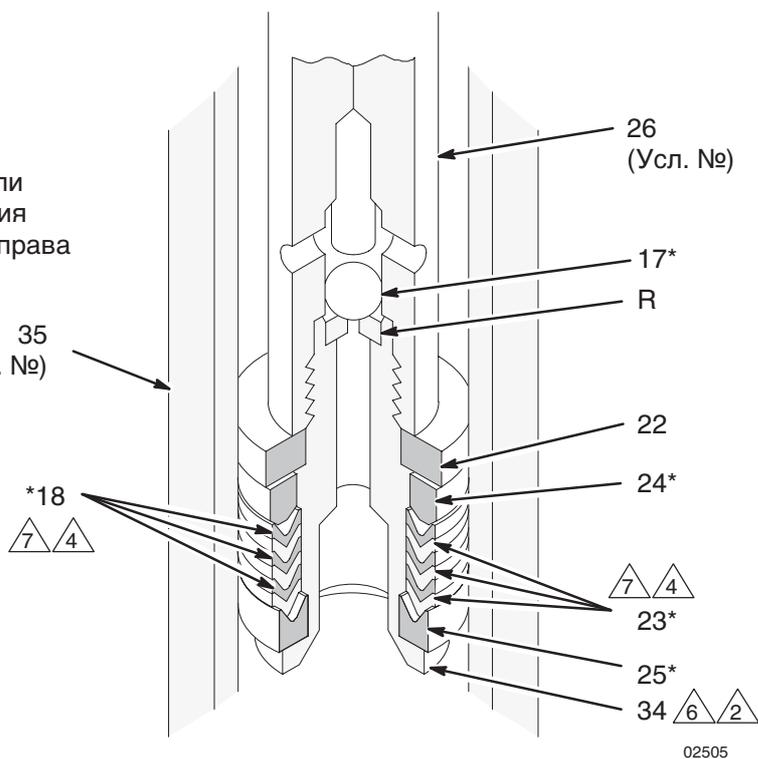

Рис. 5
При разборке насоса раскладывайте детали в порядке их снятия, чтобы облегчить последующую сборку. См. Рис. 5.
2. Отвинтите корпус впускного клапана (33) от корпуса выхода (35). Если снятие затруднено, нанесите пропиточное масло спринцовкой на резьбу и *слегка* постучите по окружности корпуса клапана пластмассовым молотком, чтобы ослабить его. См. Рис. 5.
3. Снимите шпильку (29) шарового упора, извлеките фиксатор (31) кольцевого уплотнения, кольцевое уплотнение (30), направляющую (32) и шар (28) из корпуса (33) впускного клапана.
4. Ослабьте гайку уплотнения (36). Сдвиньте шток поршня (26) как можно ниже, затем извлеките его через нижнюю часть корпуса выхода (35).
5. Зажмите фаски штока поршня (26) в тисках. Вывинтите палец поршня (34) из штока. Снимите шар (17), фиксатор (22), уплотнения (18, 23) и сальники (24, 25).
6. Снимите гайку уплотнения (36), извлеките уплотнения горловины (18, 23) и сальники (24, 25) из корпуса выхода (35).
7. Осмотрите все детали на наличие повреждений. Перед повторной сборкой очистите все детали и резьбу с помощью подходящего растворителя. Осмотрите полированные поверхности штока поршня (26) и гильзы (20) на наличие царапин, задиров и иных повреждений, способных привести к преждевременному износу уплотнения и к утечкам. Для проверки проведите пальцем по поверхности или осмотрите ее на свет, держа деталь под углом. Убедитесь, что на седлах шара на поршне (R) и корпусе впускного клапана (S) нет вмятин или сколов. Замените изношенные или поврежденные детали.
1. Смажьте уплотнения горловины и установите их в корпус выхода (35) поочередно в следующем порядке; *кромки v-образных уплотнений должны быть направлены вниз*: уплотнение с выступом (24*), одно кожаное v-образное уплотнение (18*), одно тефлоновое (23*), затем снова одно кожаное (18*), одно тефлоновое (23*), одно кожаное (18*) и одно тефлоновое (23*), и наконец уплотнение с выемкой (25*). Установите гайку уплотнения (36), не затягивая ее. См. детали уплотнения горловины на Рис. 5.
2. Если гильза (20) снималась, снова установите ее в корпус выхода (35); не забудьте заменить прокладку (19*). *Убедитесь, что конусообразный конец гильзы направлен вниз ко входу насоса.*
3. Смажьте уплотнения поршня и поочередно установите их на палец поршня (34) в следующем порядке; *кромки v-образных уплотнений должны быть направлены вверх*: уплотнение с выемкой (25*), одно тефлоновое v-образное уплотнение (23*), одно кожаное (18*), затем снова одно тефлоновое (23*), одно кожаное (18*), одно тефлоновое (23*) и одно кожаное (18*), и наконец уплотнение с выступом (24*) и фиксатор уплотнения (22). См. детали уплотнения поршня на Рис. 5.
4. Нанесете герметик для резьбы на палец поршня (34). Установите шар поршня (17*) на поршень и винтите поршневой клапан в сборе в шток поршня (26). Затяните его усилием в 74–88 Нм.
5. Пропустите шток поршня (26) через нижнюю часть корпуса выхода (35); будьте осторожны, чтобы не поцарапать гильзу (20). Перемещайте шток прямо вверх, пока он не выступит из гайки уплотнения (36).
6. Установите шар (28*), направляющую (32), кольцевое уплотнение (30*), фиксатор (31) и шпильку (29) шарового упора в корпус (33) впускного клапана. Нанесите герметик для резьбы и винтите корпус входа в корпус выхода (35). Затяните его усилием в 74–88 Нм.